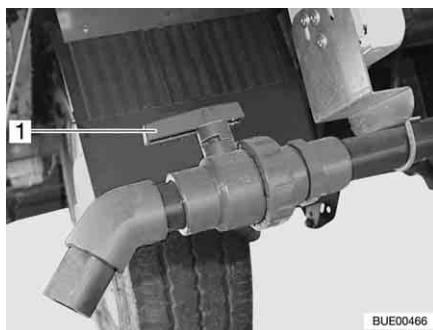

Bild 223 Avtappningskran
- Vrid utloppsventilens handtag (Bild 223,1) i flödesriktningen.